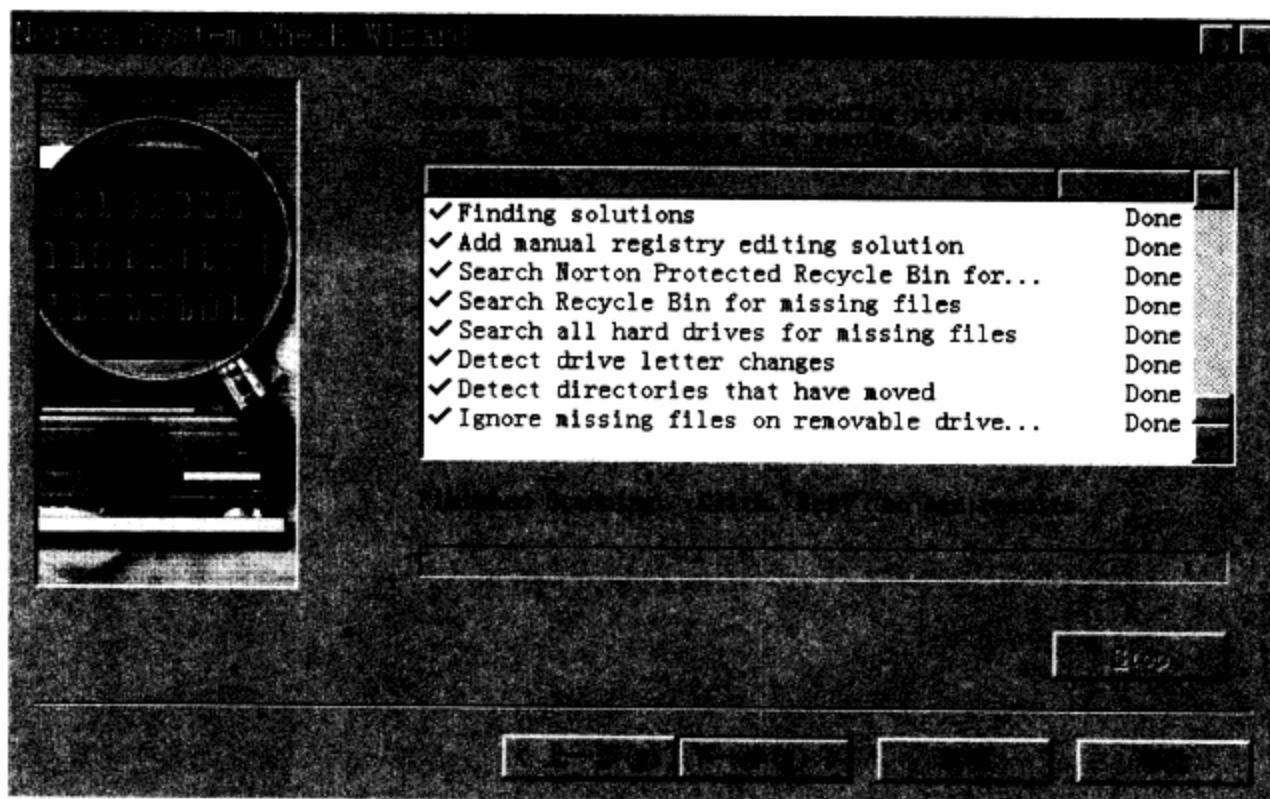

图6-11 正在对系统和磁盘故障进行检测的框图
**步骤 02** 测试功能选择完毕后，单击“下一步”按钮，即开始对Windows的系统错误和磁盘故障进行检测和修正。正在对系统和磁盘故障进行检测的情况框图如图6-11所示。